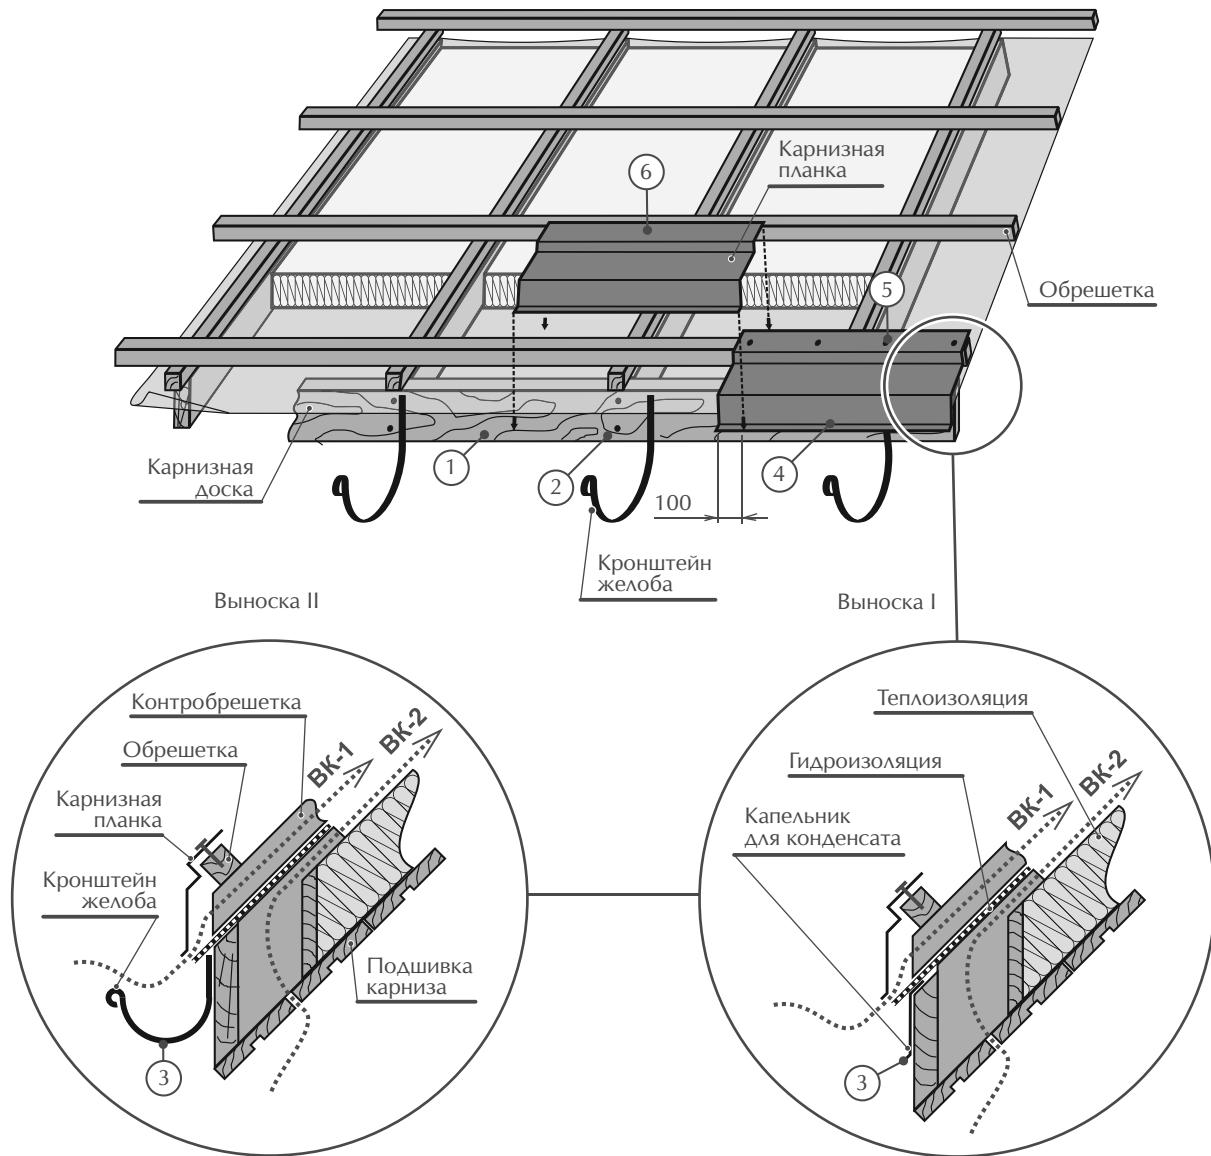
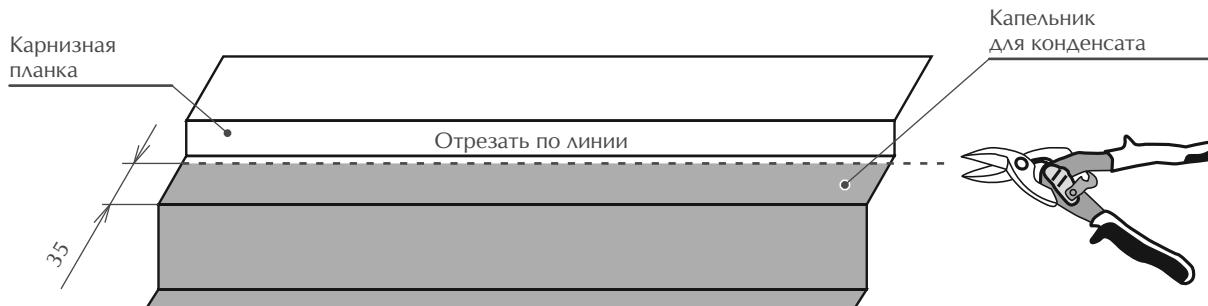

Рис. 5.3-1
Рис. 5.3-2
- 3 — Установить на карнизовую доску кронштейны крепления водосточных желобов (рис. 5.3-1, выноска II). Если Вы не планируете монтаж водостоков, то установите на карнизовую доску капельник для конденсата
(рис. 5.3-1, выноска I). Капельник для конденсата можно изготовить из карнизной планки (рис. 5.3-2). Расход карнизной планки при этом увеличится вдвое.
- поверх карнизной доски лежит гидроизоляционная пленка, таким образом, чтобы был беспрепятственный сток конденсата в желоб водосточной системы (рис. 5.3-1, выноска II) или на капельник для конденсата (рис. 5.3-1, выноска I);